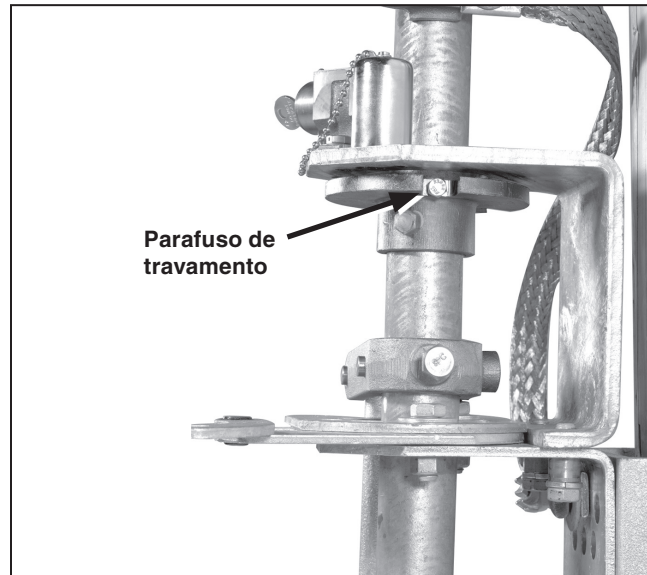

Figura 27. Rasgo de bloqueio no disco de intertravamento.
**PASSO 24.** Trave um dos dois rasgos no disco de travamento com os parafusos de bloqueio fornecidos (o rasgo a ser travado depende de qual arranjo é necessário: travado na posição aberta ou travado na posição fechada). Ver Figura 27.